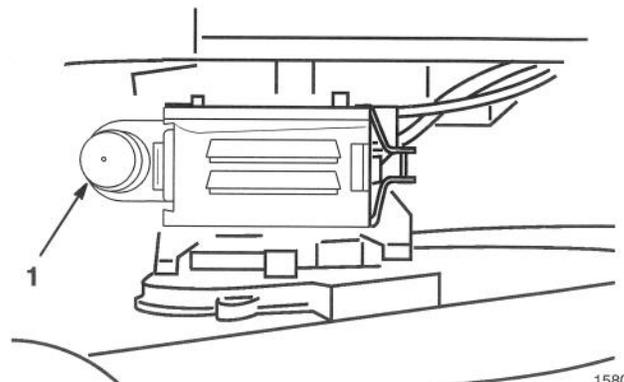

Figure 13
3. Appuyer trois (3) fois sur l'amorceur (Fig. 13). Attendre environ deux (2) secondes entre chaque actionnement.